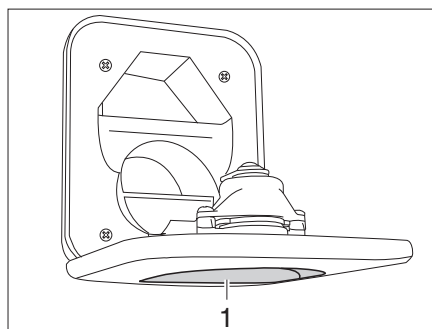

Fig. 279 Tubo de llenado de agua potable para el inodoro
- Abrir el tubo de llenado de agua potable para el inodoro (Fig. 279,1) encima de la trampilla para el depósito de aguas fecales y girarlo hacia abajo.